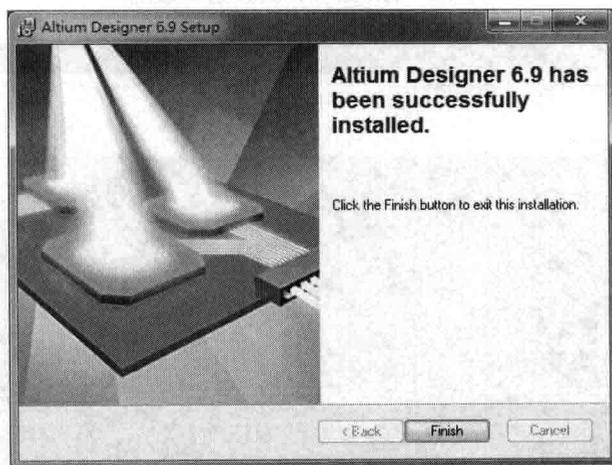

图 1-7 安装完毕对话框
(7) 安装过程要 10 分钟左右,安装结束后将会弹出对话框,提示安装成功,即“Altium Designer has been successfully installed”,如图 1-7 所示。单击 **Finish** 按钮,即可完成 Altium Designer 的安装过程。